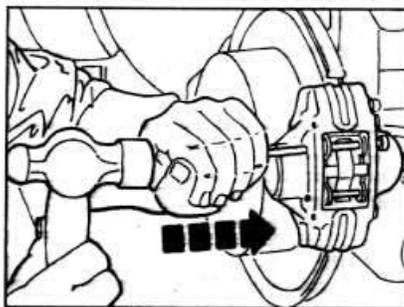

Рис. 9.37. Выбивание штифтов крепления задних тормозных колодок с использованием выколотки.
- Используя молоток и выколотку выбейте штифты крепления из суппорта и снимите стопорную пластину (см. рис. 9.37).